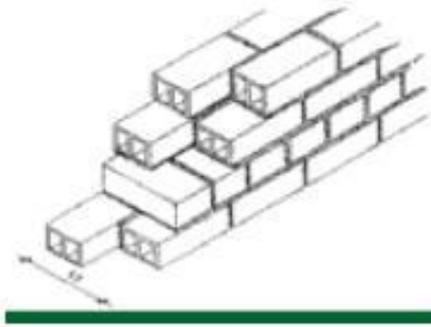

Figura 9. Alvenaria de um tijolo.
- **De um tijolo** (a uma vez) - os tijolos são colocados de tal forma que o seu comprimento (maior dimensão) seja a espessura da parede (Figura 9). São utilizadas como paredes externas por serem bastante impermeáveis, possuírem maior resistência e, conseqüentemente, maior capacidade para suportarem cargas. Contudo, apresenta menor rendimento de material e mão-de-obra.